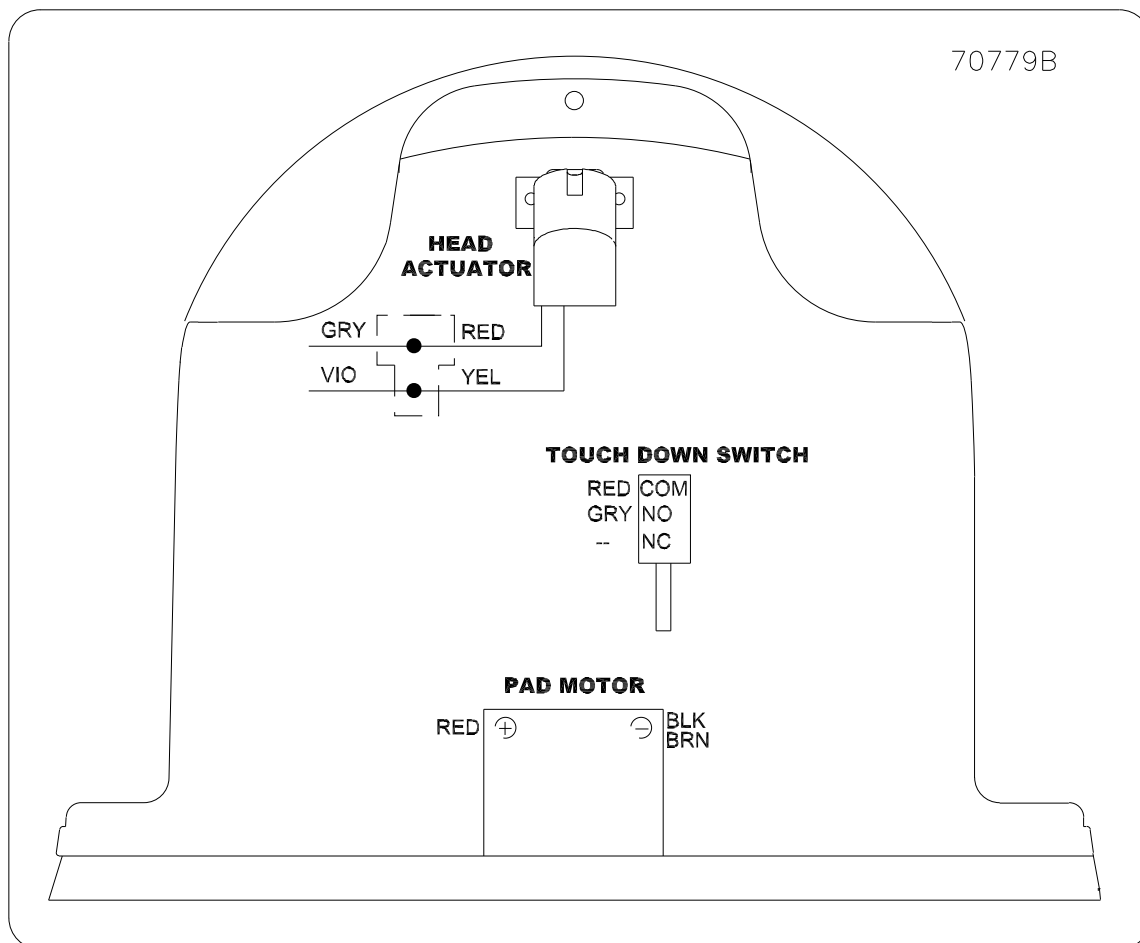

Figura 13
1. Para inspeccionar las baterías, incline la cubierta de las mismas. Consulte la figura 13.
MANTENIMIENTO**Ajuste del interruptor limitador del cabezal de la almohadilla: (consulte la figura 13)**